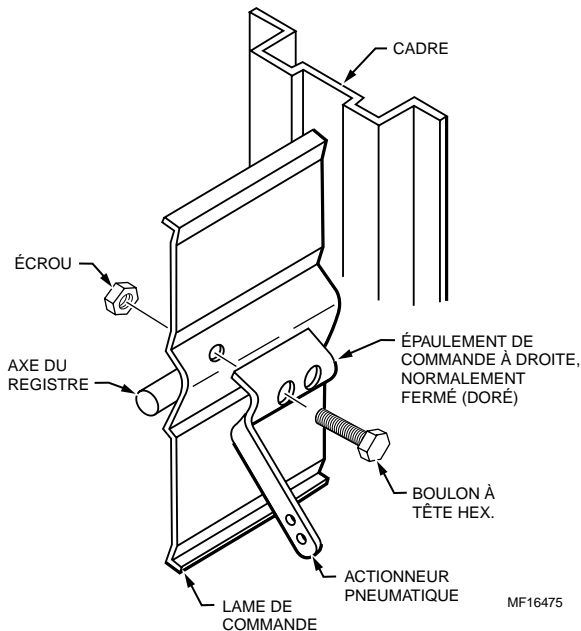

Fig. 2. Montage de l'épaulement de commande d'un appareil normalement fermé.
- 14004313-001 Ensemble à axe de commande à épaulement à droite (Fig. 2) (pour montage interne d'un appareil normalement fermé).